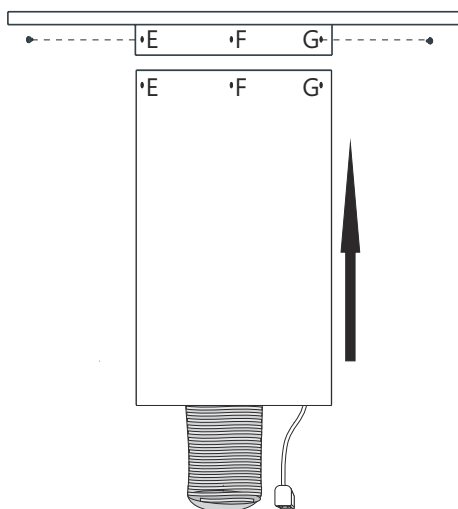

Fig. 11
- 5.** Skub nu skorstenen op udover aftrækskanal, forsyningskabel og loftbeslaget. Sørg nu for at montere skorstenen fast i loftbeslaget via punkterne E, F og G med 3 stk. 3,5 x 9,5 skruer (Fig. 11).